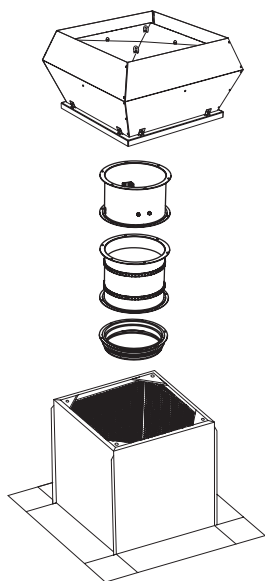

Fig. 5.5.23 Montering ved hjælp af tilbehør
- Aggregatet skal monteres på skorstenen ved hjælp af tilbehør: omvendte trykventiler, fleksible forbindelsesstykker og tilslutningsflanger. De må udelukkende monteres som vist i Fig. 5.5.23.